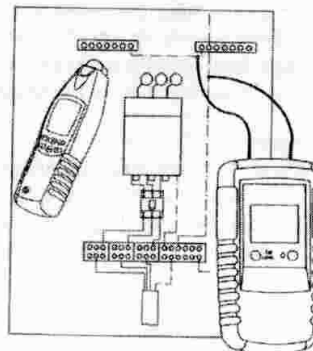

figure 13
- Raccordez l'émetteur en accord avec la figure 13. Désormais le conducteur de neutre présent, peut être suivi.